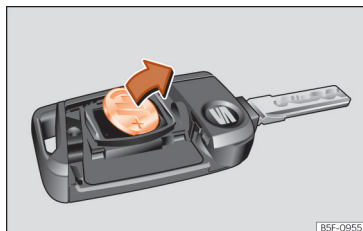

Fig. 49 Chave do veículo: remoção da pilha.
- Extraia a pilha do compartimento com um objeto fino adequado »» Fig. 49 .
- Encaixe uma pilha de botão nova no compartimento »» ① .